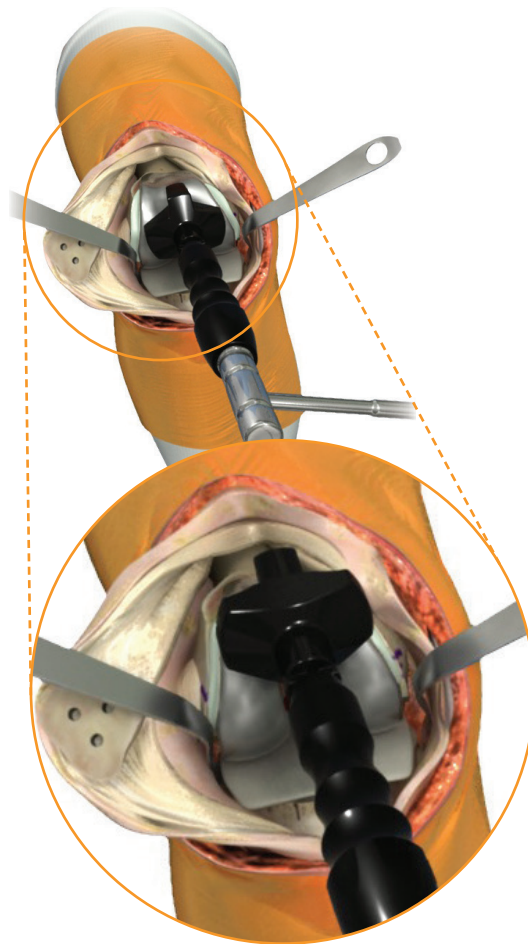

Figura 26c
- Coloque el Implante Femoral dentro del fémur y utilice el Impactador Femoral Modular para asentar el implante por completo en su lugar. Retire el exceso de cemento. Extienda la rodilla para retirar cemento anteriormente sin retraer el tejido blando proximal (Figura 26c).